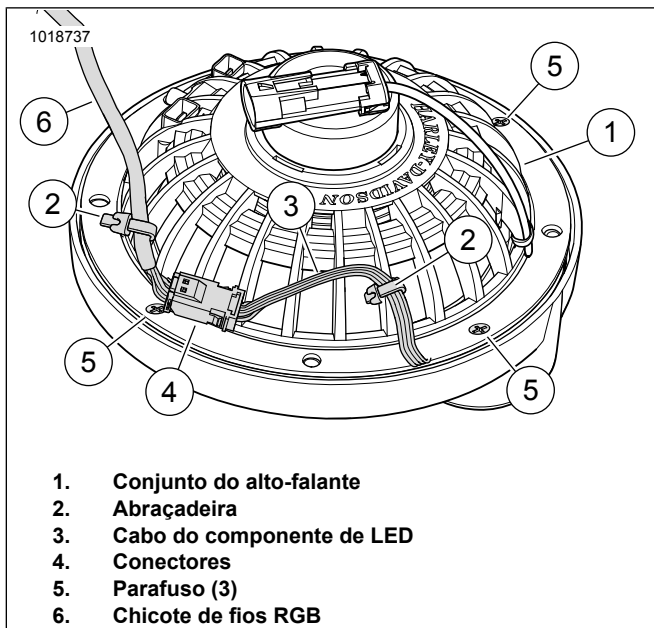

Figura 27. Parte traseira do alto-falante, cabo e abraçadeira
- a. Veja a figura 27. Junte os conectores (4) do componente de LED (3) no chicote de fios RGB (6).
- b. Oriente o cabo do componente de LED (3) pela parte de trás do alto-falante (1) conforme mostrado. Para estabilizar os conectores (4), fixe o cabo do componente de LED (3) e o chicote de fios RGB (6) com as abraçadeiras (2) conforme mostrado.
- d. Instale a grade e os parafusos (5) do alto-falante.